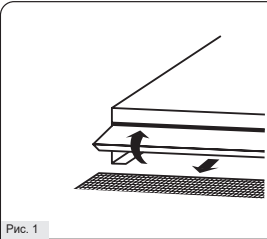

Рис. 1
- 1.2. Отогните поворотную боковую планку и извлеките рассеиватель (Рис. 1).